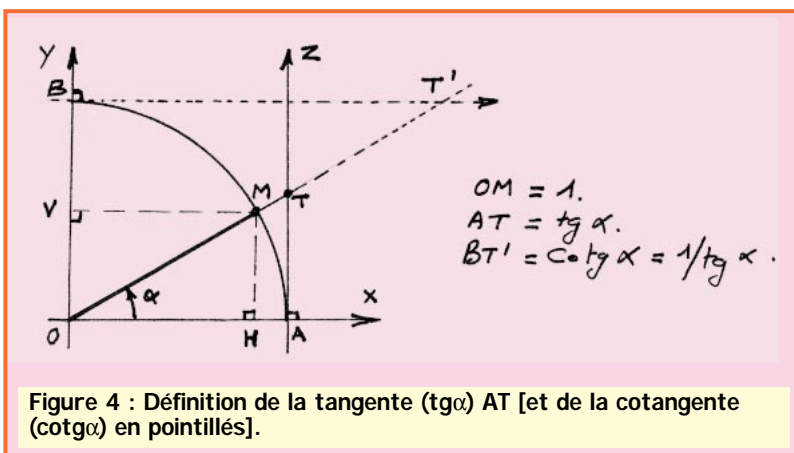

Figure 4 : Définition de la tangente ($tg \alpha$) AT [et de la cotangente ($\cotg \alpha$) en pointillés].
- la tangente (tg) de l'angle α, voir la figure 4 : pour cela, traçons un troisième axe $z'z$, parallèle à $y'y$, tangent au cercle en A et coupant la directrice du vecteur \vec{OM} en T. Nous obtenons un second triangle rectangle OAT pour lequel nous nommerons le sinus correspondant par tangente $\alpha = AT/OA$. Les deux triangles rectangles OMH et OAT sont pris sous le même angle α et de mêmes proportions donc semblables, $tg \alpha = AT/OA = MH/OA$.
On utilise parfois la cotangente qui est l'inverse de la tangente et représentée en pointillés BT' sur la figure 4 :
Revenons ici aux quatre quadrants du cercle, voir la figure 4 :